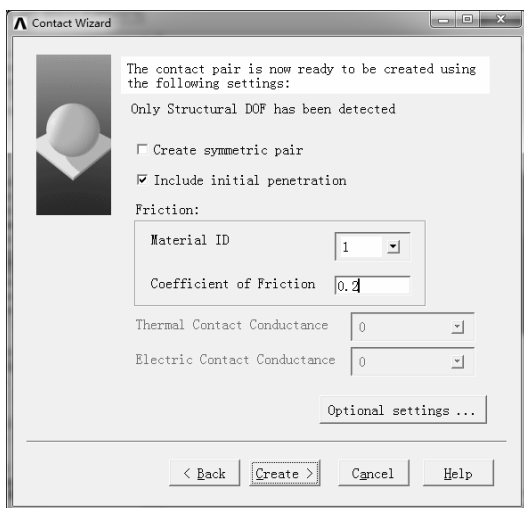

图 9-109 设置接触对属性
4) 在“Contact Wizard”对话框中勾选“Include initial penetration”选项，使分析中包括初始渗透。在“Material ID”框中选择 1，在“Coefficient of Friction”文本框中输入 0.2，如图 9-109 所示。